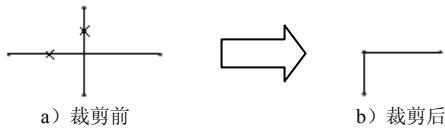

图 4.7.22 去掉方式
Step2. 分别单击各相交图元上去掉的部分，如图 4.7.22 所示。